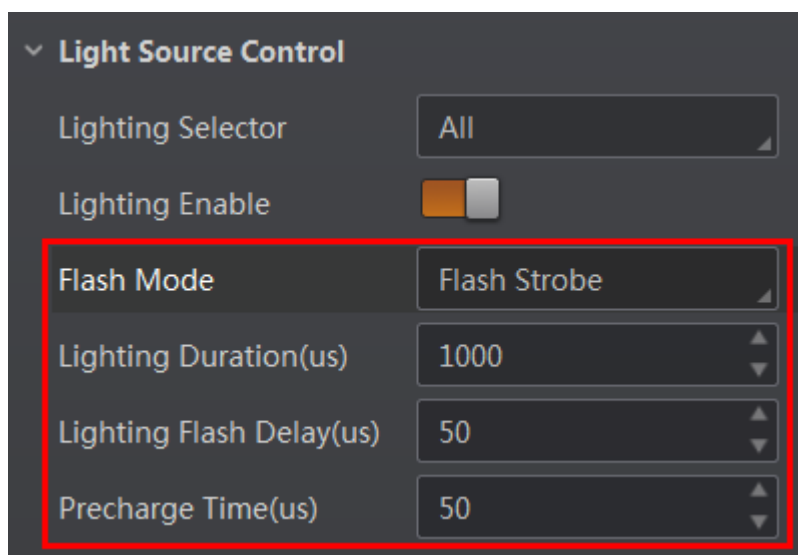

图3-10 光源相关参数设置
5. 若启用 *Lighting Enable* 参数, 则需要根据实际情况设置光源相关参数, 如图 3-10 所示。具体参数含义如下: